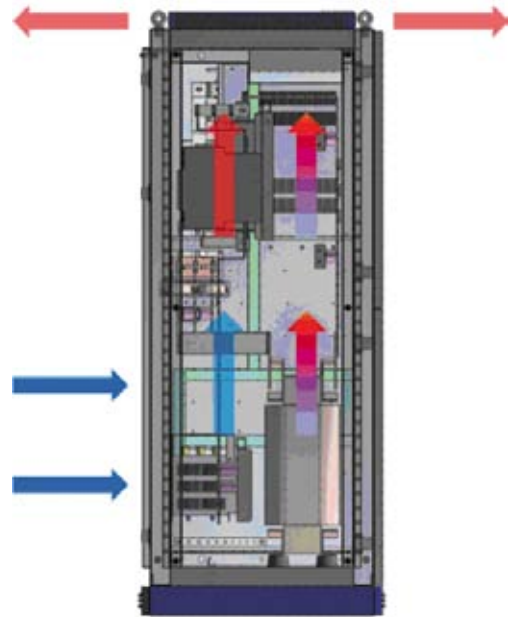

Bild 5: Lüftung des Wechselrichters
Die maximale Strömungsmenge der Kühlluft liegt bei 6420 m³ pro Stunde (Bild 5). Beachten Sie diesen Wert bei der Auswahl des Aufstellortes.
- ungehinderte Luftzirkulation (Bild 5),